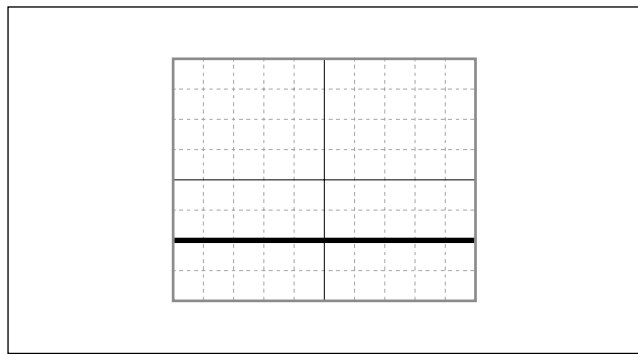

图 4-6
- ① 将示波器的 TIME/DIV 开关设到 200 ms。
- ② 将示波器 CH1 的偏转灵敏度 (VOLTS/DIV) 设到 500 mV/DIV。
- ③ 将示波器 CH1 的 INPUT COUPLING 开关设到 DC。
- ④ 将示波器 CH1 的偏移量设置为 1 V。(参见图 4-6)